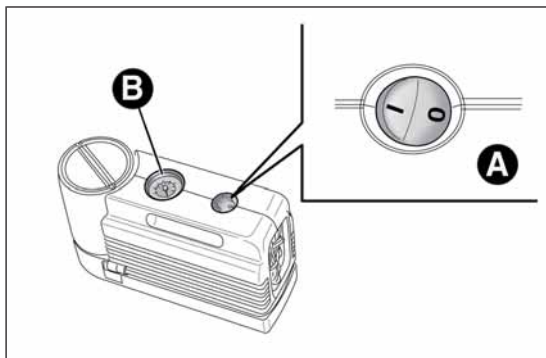
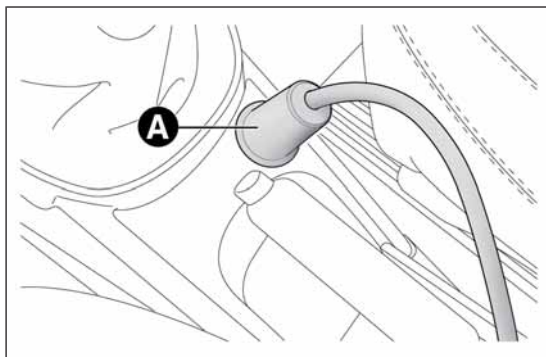

РИС. 129
РИС. 130
- убедитесь, что выключатель А РИС. 129 компрессора находится в положении 0 (выключено), заведите двигатель, вставьте вилку А РИС. 130 в электрическую розетку на центральной консоли и включите компрессор путем приведения выключателя А РИС. 129 в положение I (включено);
- накачайте шину на давление, значение которого соответствует указаниям параграфа "Колеса" в главе "Технические характеристики". Для получения более точных результатов проверьте значение давления на манометре В РИС. 129 при выключенном компрессоре;